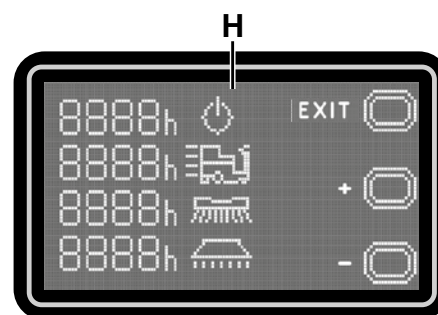

Рис. 9
**Счетчик времени работы (H, Рис. 9)**